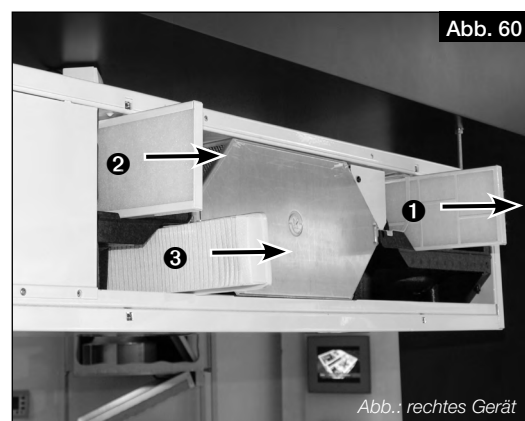

Abb. 60
2. Außenluftfilter ❶ nach vorne herausziehen und wechseln (s. Abb. 60).
3. Abluftfilter ❷ (inkl. Rahmen) nach vorne herausziehen und wechseln (s. Abb. 60).
4. Optional: Fein-/Pollenfilter (ePM1 50 %) ❸ inkl. Rahmen nach vorne herausziehen und wechseln (s. Abb. 60).
- ❶ Über die Software **easyControls 3.0** oder **KWL-BE Touch** quittieren.